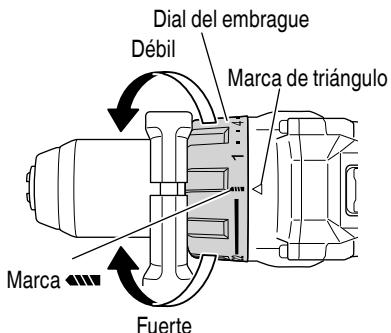

Fig. 15
<DS18DC> (Fig. 15)
## (2) Indicación del par de apriete (Ver Fig. 15, 17)
## (3) Ajuste del par de apriete (Ver Fig. 15, 17)